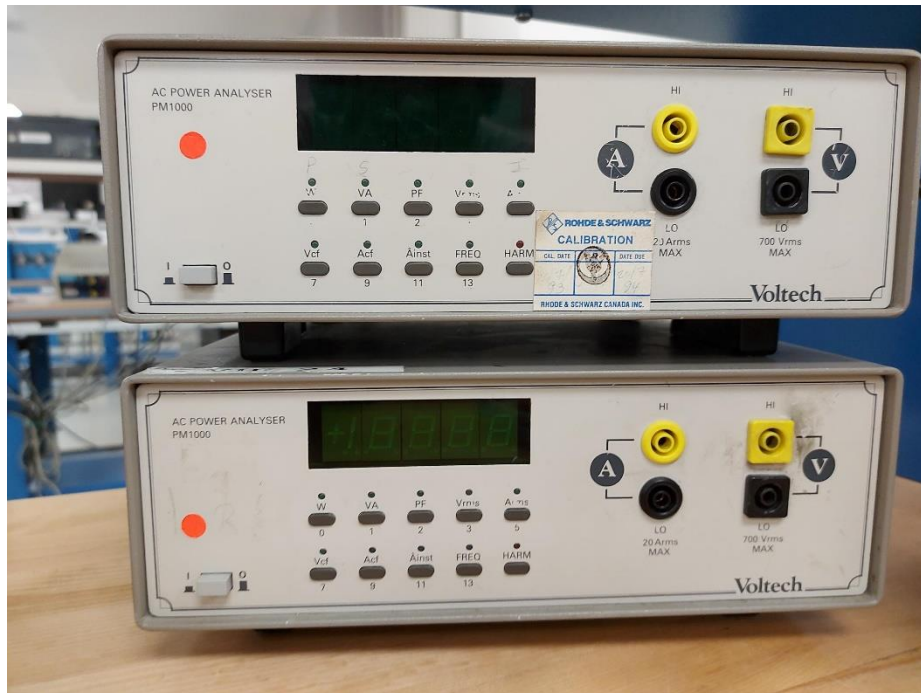

Figure 5. Analyseur de puissance Voltech PM1000
- L'analyseur de puissance monophasé PM 1000 de Voltech (voir **Figure 5**) sera utilisé pour les mesures sur le transformateur monophasé. Les deux PM1000 seront utilisés pour mesurer simultanément les grandeurs du primaire et celles du secondaire.